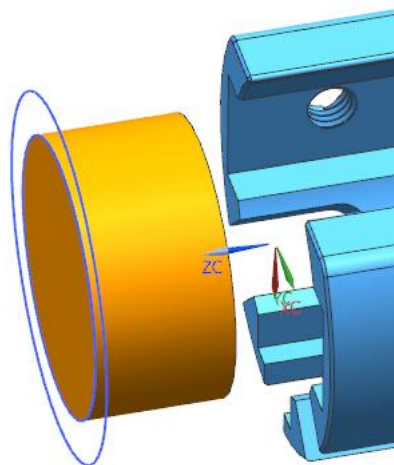
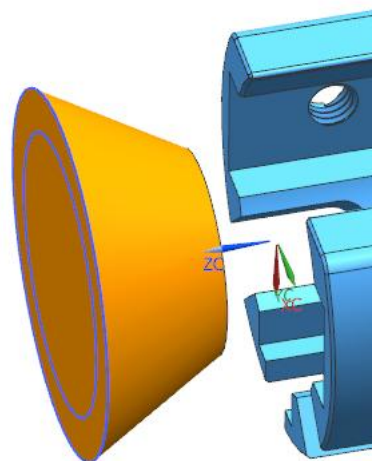
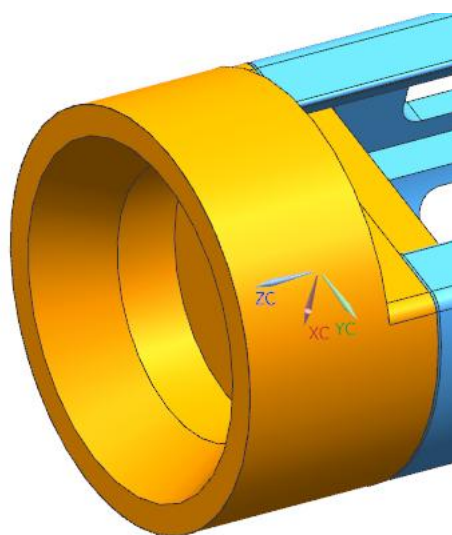

图 9-23 圆柱
图 9-24 圆锥
图 9-25 锥孔
完成草图后，对直径 26mm 的圆进行拉伸 13mm，拉伸方向是工件方向，如图 9-23 的圆柱，对直径 34mm 的圆进行拉伸 13mm，拔模角为 30 度，拉伸方向是工件方向，如图 9-24 的圆锥。
(4)、将尾顶减去图 9-23 的圆柱和图 9-24 的圆锥，形成锥孔，如图 9-25 所示。